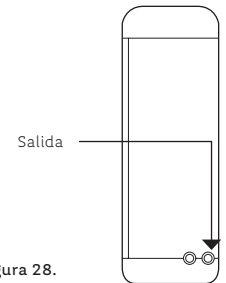

Figura 28.
i. Ubica el puerto "Salida" de agua detrás del Purificador. Específicamente, el que se encuentra del lado derecho (ver Figura 28).